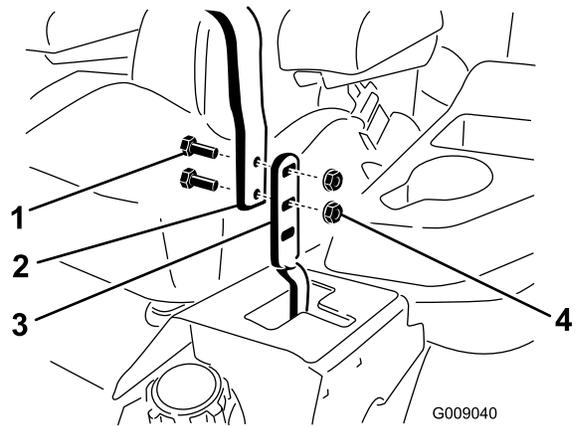

**Figura 58**
6. Rimuovete il bullone che fissa la vecchia puleggia tendicinghia al braccio di tensione e installate la nuova puleggia (Figura 58).